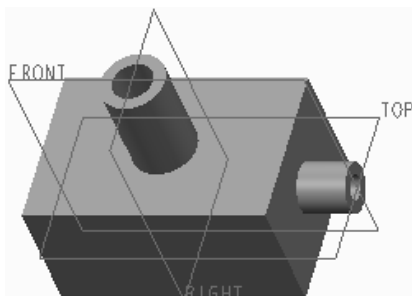
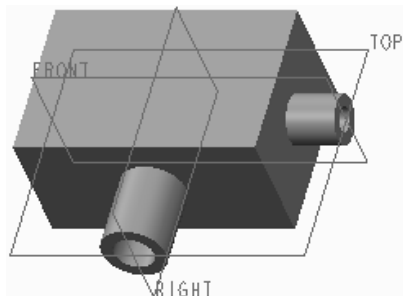
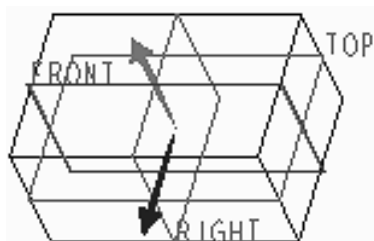
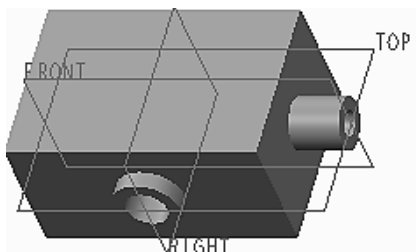

图 6-97 编辑参考原始模型
图 6-98 修改后模型
图 6-104 步骤 (4) 图形
图 6-105 编辑参考后的模型
下面以图 6-97 所示的模型为原始模型，说明操作的具体步骤。修改后的模型需满足：拉伸 2（小圆柱）特征要脱离与长方体的父子关系，且方向改为从后向前伸出，如图 6-98 所示。
(4) 左下角提示   选择一个替代尺寸标注参考。点选 RIGHT 基准平面后, 如图 6-104 所示。
(5) 左下角提示   指定基准平面的新方向。旧方向用绿色显示, 新方向 (图 6-104 中黑色箭头) 符合从后向前的要求, 单击【菜单管理器】中的【确定】, 否则应选择【反向】。选择【确定】后模型如图 6-105 所示。如果要得到如图 6-98 所示的模型效果, 还需要结合【编辑定义】命令进行修改。
双击模型中的拉伸 2 小圆柱特征, 系统显示该特征的所有尺寸。双击小圆柱的原始深度尺寸, 将 120 改为 195, 单击屏幕完成编辑。最后得到的模型如图 6-98 所示。